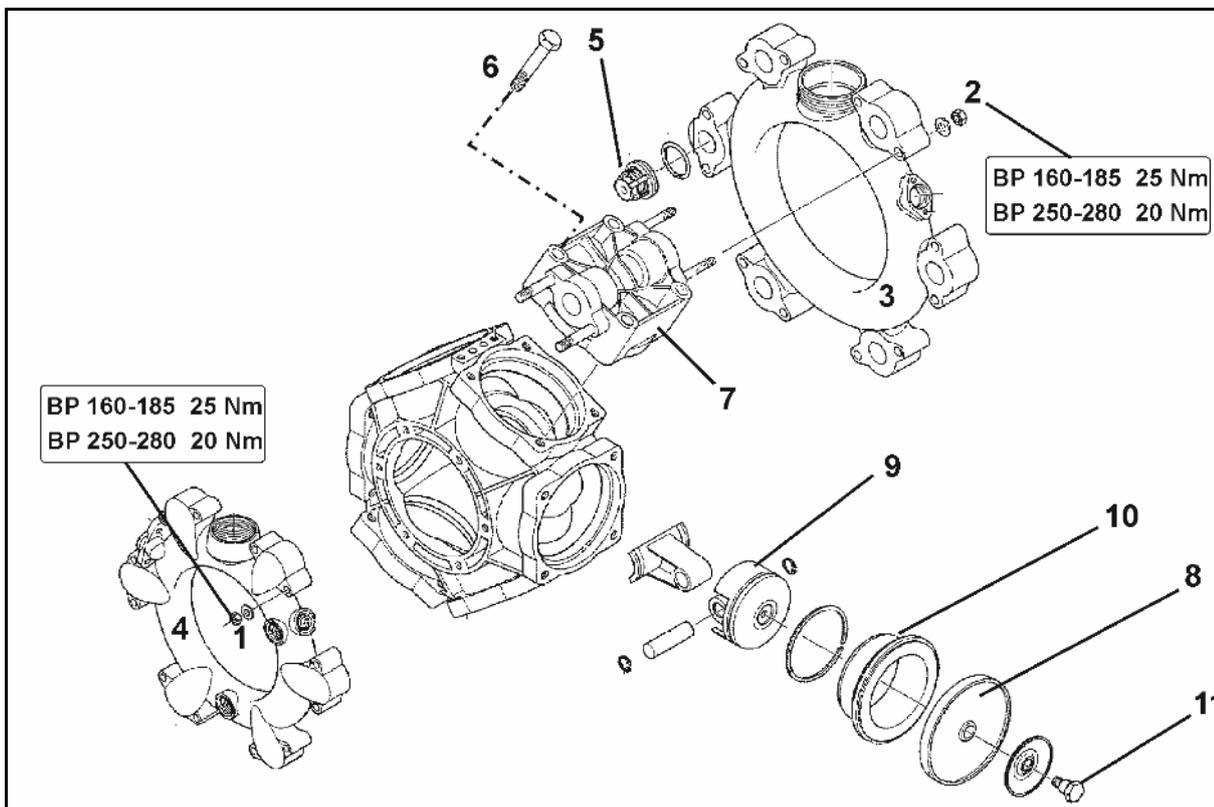

Fig. 150
- Achten Sie auf die jeweilige Einbaulage der saug- und druckseitigen Ventile, bevor Sie die Ventilgruppen (Fig. 150/5) herausnehmen.
- Achten Sie beim Zusammenbau darauf, dass die Ventilführung (Fig. 150/9) nicht beschädigt wird. Beschädigungen können zum Blockieren der Ventile führen.
- Die Schrauben (Fig. 150/1) unbedingt kreuzweise mit dem angegebenen Drehmoment anziehen. Unsachgemäßes Anziehen der Schrauben führt zu Verspannungen und somit zur Undichtigkeit.
2. Muttern (Fig. 150/1,2) entfernen.
3. Saug- und Druckkanal (Fig. 150/3 und Fig. 150/4) abnehmen.
4. Ventilgruppen (Fig. 150/5) herausnehmen.
5. Überprüfen Sie Ventilsitz (Fig. 150/6), Ventil (Fig. 150/7), Ventilsfeder (Fig. 150/8) und Ventilführung (Fig. 150/9) auf Beschädigungen bzw. Abnutzung.
6. Den O-Ring (Fig. 150/10) entfernen.
8. Ventilgruppen (Fig. 150/5) nach Prüfung und Reinigung montieren.
9. Neue O-Ringe (Fig. 150/10) einsetzen.
10. Saug- (Fig. 150/3) und Druckkanal (Fig. 150/4) an das Pumpengehäuse anflanschen.
11. Ziehen Sie die Muttern (Fig. 150/1,2) kreuzweise mit einem Drehmoment von **25 Nm (BP 160-185) / 20 Nm (AR 250-280)** an.